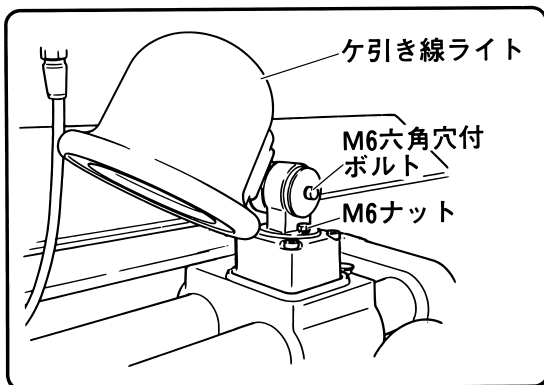

図 37
- (4) ケ引き線ライトの位置調整が完了したら M 6 六角穴付ボルトと M 6 ナットを十分に締付けます。(図37)